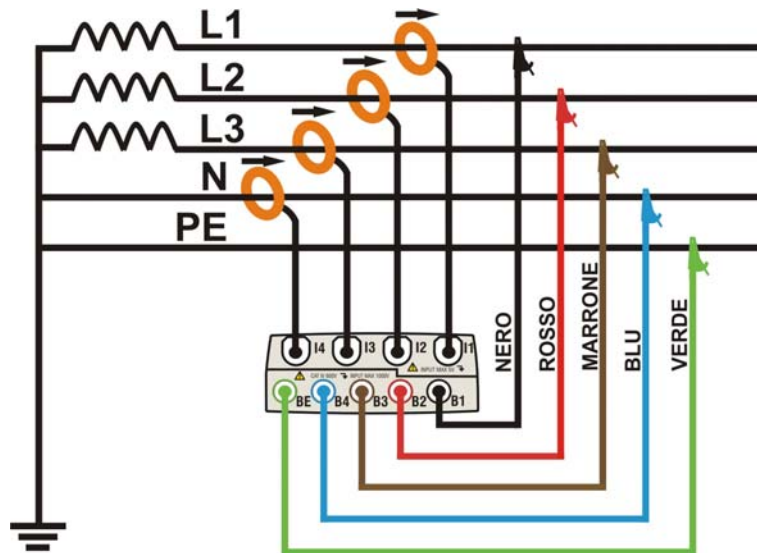

Fig. 186: Collegamento dello strumento in un sistema Trifase 4-fili
2. Collegare i cavi di misura della tensione sui conduttori di Fase L1, L2, L3, Neutro e Terra rispettando i colori come mostrato in Fig. 186. **Verificare a display l' indicazione "123" relativa al corretto senso ciclico delle fasi** (vedere il § 5.2.1) ed effettuare le opportune correzioni fino al raggiungimento di tale situazione.
3. Collegare le pinze di corrente sui conduttori di Fase L1, L2, L3 e Neutro N come mostrato nella Fig. 186 **rispettando il verso della freccia** presente sulle pinze stesse che indica la direzione convenzionale della corrente da generatore a carico. **Verificare sempre, nelle videate della sezione Visualizzazione Misure, che le Potenze Attive P1, P2, P3 siano sempre positive e che i fattori di potenza Pf1, Pf2, Pf3 siano corrispondenti ad un carico, normalmente induttivo**, prima di attivare una registrazione. In caso di valori negativi delle potenze attiva ruotare le pinze di 180° sui conduttori interessati.